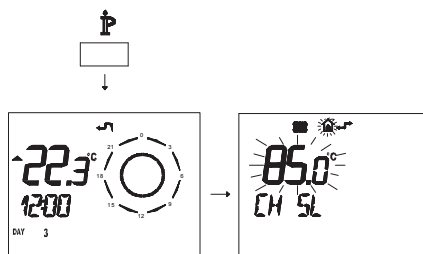

Figura 5.45
- Premere per più di 3 secondi il pulsante  para per entrare in modalità **INFO** (Figura 5.45).